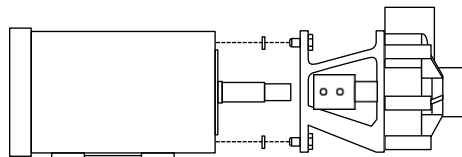

Figura 1
- Atornille temporalmente el adaptador del motor al motor, colocando calzos (arandela plana - artículo 10) entre el adaptador y el motor utilizando dos tornillos de cabeza hexagonal del motor (artículo 11) separados 180° (véase la figura 1).